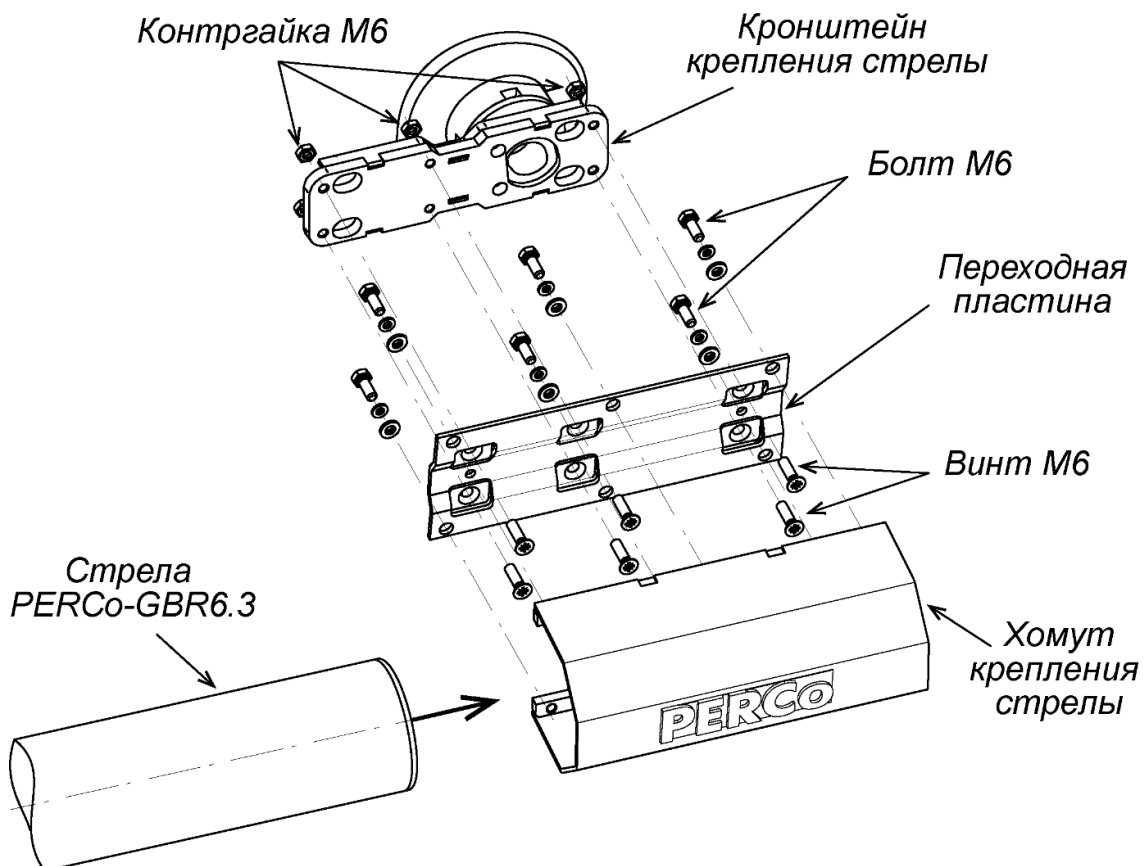

Рисунок 12. Монтаж стрелы PERCo-GBR6.3
1. Снимите дверцу (2), открыв замок ключом.
2. На приводе стрелы переведите рычаг (13) в нижнее положение (см. рис. 12). Для этого шлицевой отвёрткой вращайте винт (ручку) разблокировки привода (21) против часовой стрелки, пока стрела не разблокируется из крайнего положения, затем вручную поднимите ее вертикально до упора. Для окончательной блокировки стрелы в крайнем верхнем положении вращайте винт (ручку) разблокировки привода (21) против часовой стрелки до упора.
5. Также регулировать натяжение пружин можно при помощи гаек (22) на верхних шпильках пружин (см. рис. 12), при этом над гайками у обеих пружин должно быть примерно одинаковое количество витков резьбы, но не менее 3-5 витков.